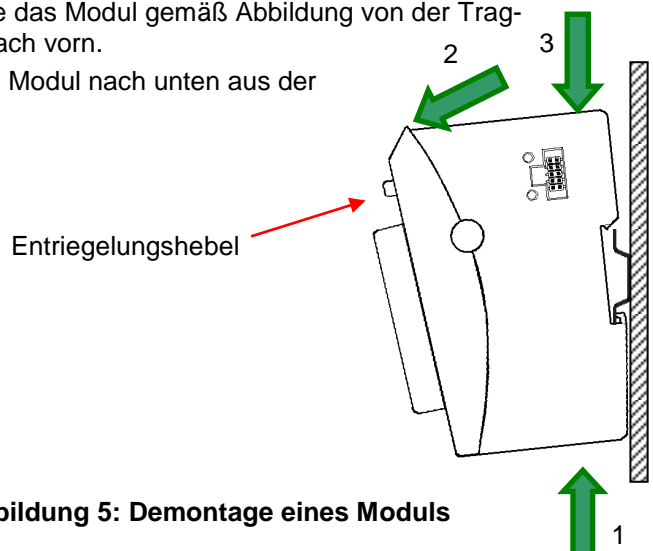

Abbildung 5: Demontage eines Moduls
- Drücken Sie den Entriegelungshebel (siehe Abbildung 5) von dem Modul, das Sie von dem links davon befindlichen Modul trennen wollen.